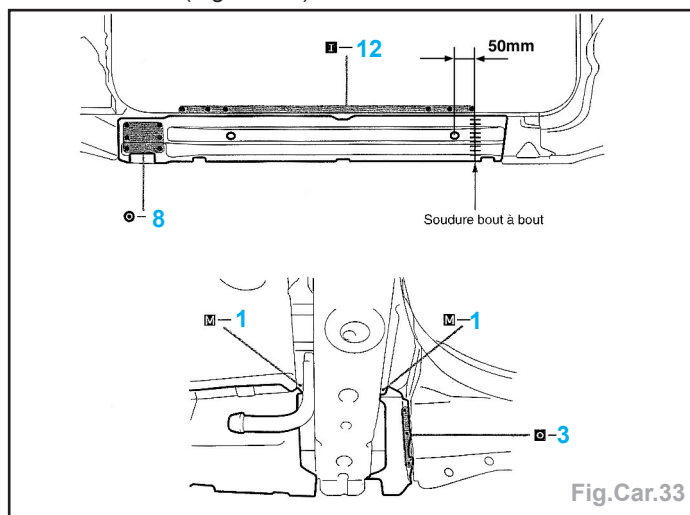

Fig.Car.33
- Tracer suivant la figure puis découper la doublure à l'aide d'une meule assiette (Fig.Car.33).